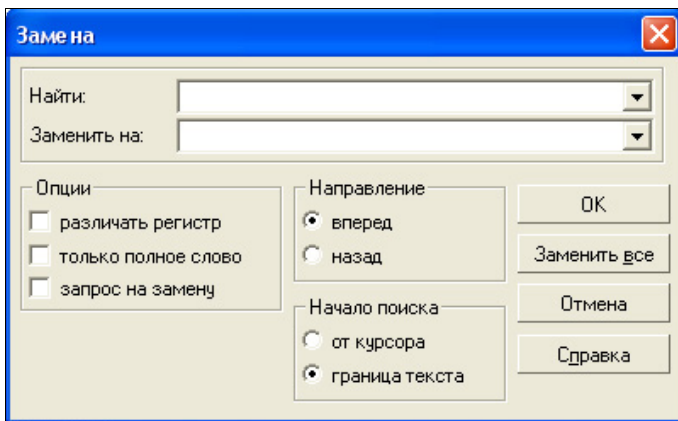

Рис. 23.11. Диалоговое окно **Замена**
- ♦ **Заменить** — вызывает диалоговое окно **Замена** (рис. 23.11), где можно задать различные варианты замены подстроки в тексте;